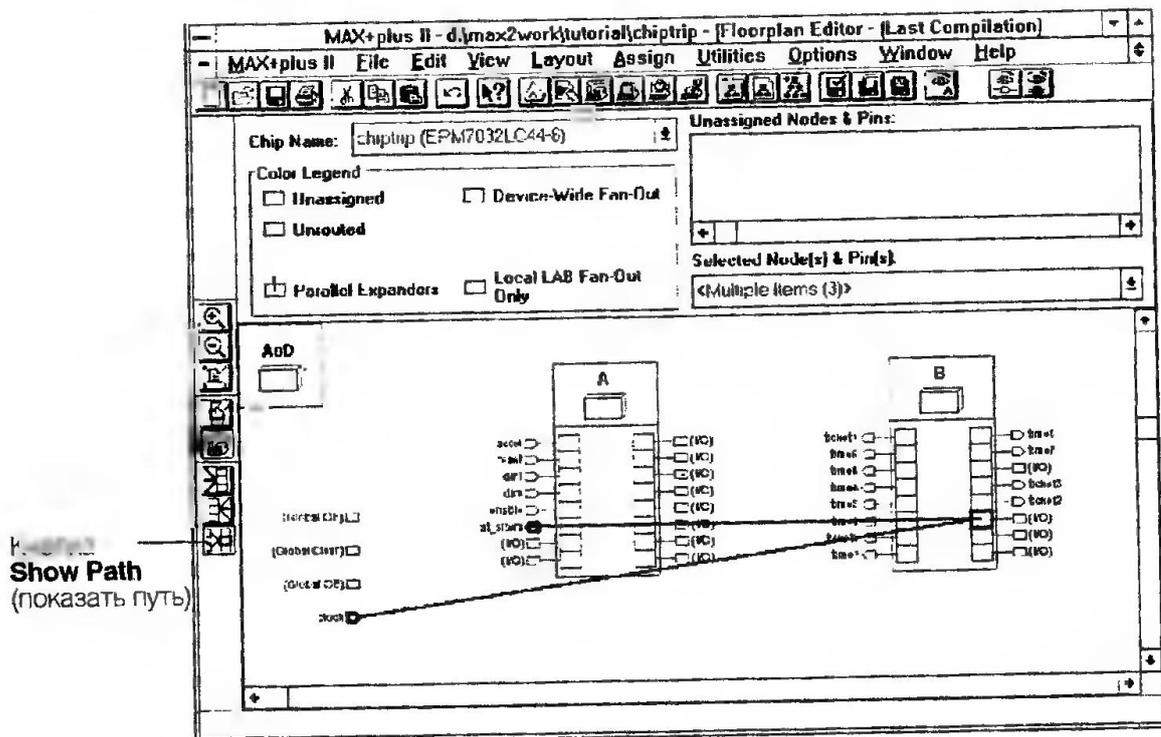

Рис. 2.67
4. Проверьте, чтобы были включены следующие команды: **LAB View** (просмотр LAB) и **Last Compilation Floorplan** (физический уровень последней компиляции) из меню **Layout** (расположение) и **Show Path** (показать путь) из меню **Options**. Команду **Report File Equation View** (просмотр уравнений файла отчета) из меню **Layout** (расположение) можно выключить. На экране отобразится полный путь сигнала от контакта clock до контакта at_altera, как показано на рис. 2.67.